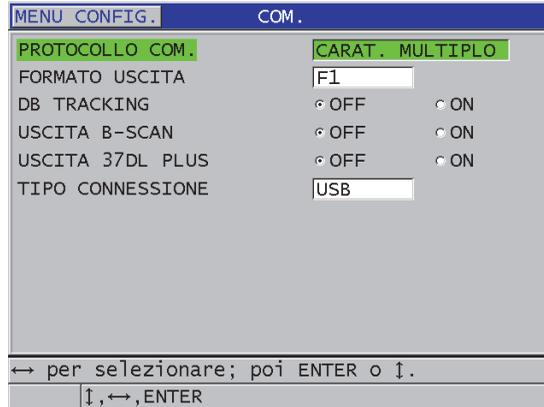

Figura 9-3 Modifica dei parametri di comunicazione
3. Nella schermata **COM.** (vedere Figura 9-3 a pagina 153):